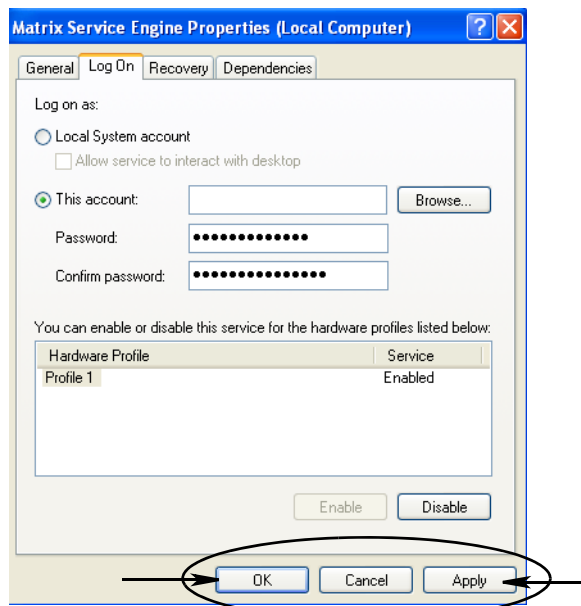

Рис. 60
- Если компьютеру не удастся найти имя пользователя, появится сообщение об ошибке (Рис. 60 на стр. 55). Перейдите к шагу j.
- i. Нажмите «Применить», чтобы изменения вступили в силу, затем нажмите «ОК» (Рис. 60).